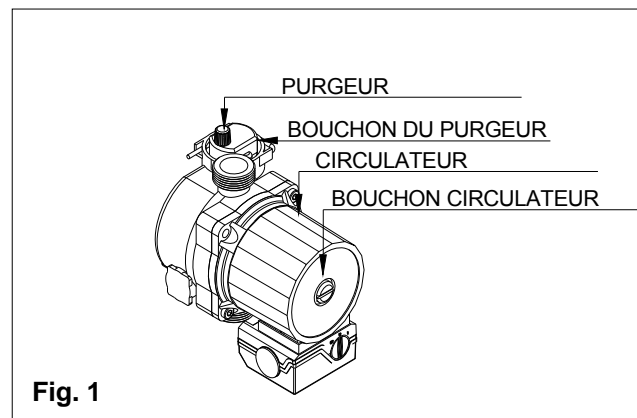

Fig. 1
- contrôler que le bouchon de purge du circulateur soit légèrement desserré pour permettre à l'air de sortir (Fig.1).